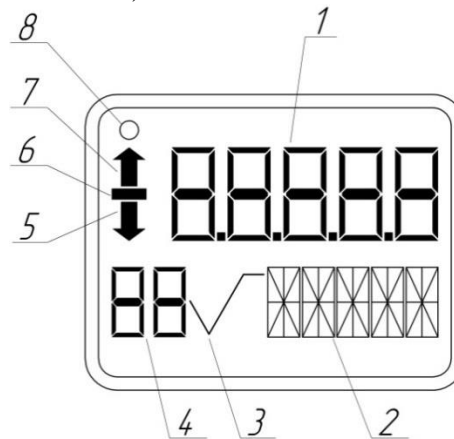

Рисунок 5 – Дисплей ЖК-индикатора
1.5.2 При наличии ЖК-индикатора (рисунок 5) на дисплее отображается: